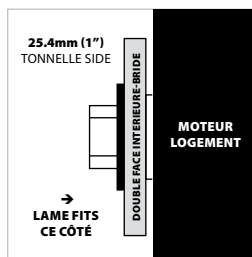

Fig. 40c
- L'25.4 mm (1") élévation de l'anneau doit pointer" vers l'extérieur" à partir du moteur lors du montage d'une 25.4 mm (1") de la lame de l'arbre, comme cela fournit un 25.4mm (1"), l'arbre (**Fig. 40c**).